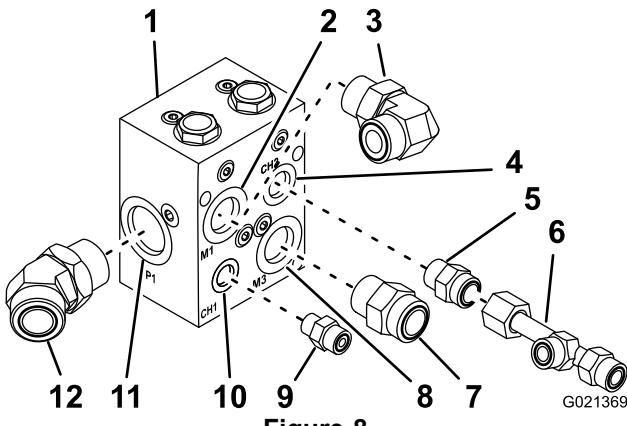

Figure 8
- Vissez le raccord hydraulique à 45° dans l'orifice (P1) du collecteur de diviseur de débit (Figure 8).
2. Vissez le raccord hydraulique à 90° dans l'orifice (M1) du collecteur de débit (Figure 8).
3. Posez le raccord de contrôle de 3/4 po dans l'orifice (CH2) du collecteur de débit (Figure 8).
4. Vissez l'écrou-raccord du raccord en T sur le raccord de contrôle (Figure 8).
5. Vissez le raccord hydraulique droit dans l'orifice (M3) du collecteur de débit (Figure 8).
6. Posez l'adaptateur de contrôle de 9/4 po dans l'orifice (CH1) du collecteur de débit (Figure 8).